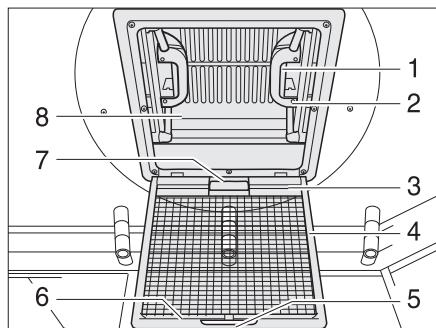

Fig. 42 Oblò a scatto
- Tirare la maniglia (Fig. 42,5).
- Ribaltare la protezione contro gli insetti (Fig. 42,4) verso il basso.
- Premere la chiusura a scatto (Fig. 42,1) verso l'interno dell'oblò (Fig. 42,8). Premere contemporaneamente verso l'alto l'oblò con la maniglia (Fig. 42,2).
- Spingere la protezione contro gli insetti (Fig. 42,4) verso l'alto finché non si innesta.
- Tirare con forza verso il basso le due maniglie (Fig. 42,2) dell'oblò (Fig. 42,8), fino a quando non scattano (Fig. 42,1) entrambe le chiusure.
- Tirare l'oscurante a rullo per la maniglia (Fig. 42,7) e agganciare il listello porta-ganci (Fig. 42,3) nel listello di supporto (Fig. 42,6) sulla protezione contro gli insetti.
- Staccare il listello posta-ganci (Fig. 42,3) dal listello di supporto (Fig. 42,6) e ricondurre lentamente in posizione l'oscurante a rullo.